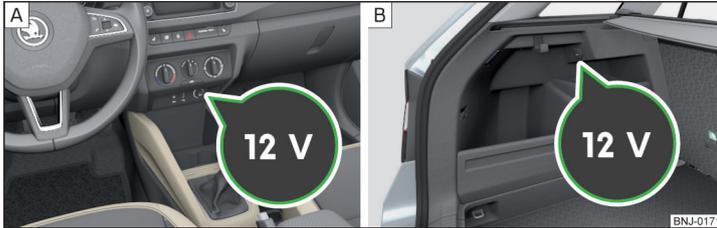

Abb. 71 12-Volt-Steckdose: im mittleren Teil der Schalttafel / im Gepäckraum
Einbauorte der 12-Volt-Steckdosen » Abb. 71
- Die Abdeckung der Steckdose abnehmen » Abb. 71 - **A** bzw. die Abdeckung der Steckdose öffnen » Abb. 71 - **B**.